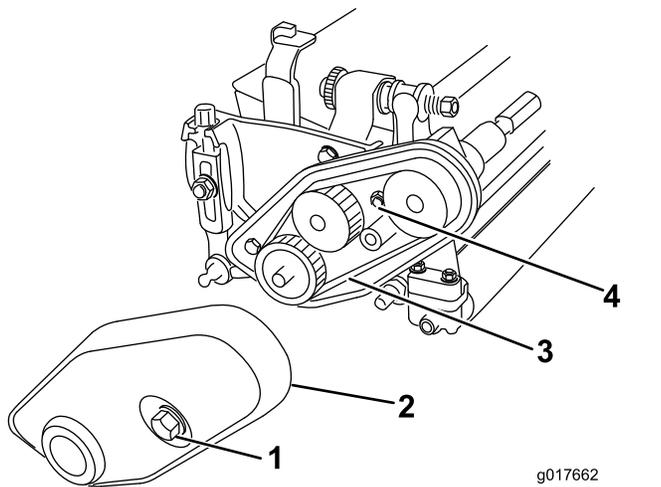

图6
1. 旋松将皮带罩固定至滚刀组的固定螺栓直至拆下皮带罩**图6**。
2. 旋松皮带拉紧螺母然后拆下皮带**图6**。
- C. 安装皮带紧固皮带拉紧螺母图6。